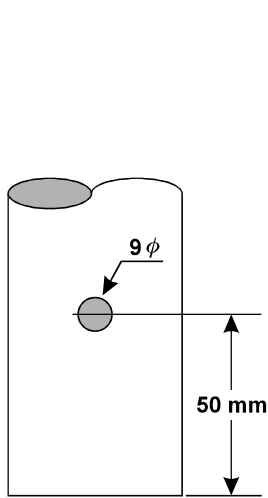

Abbildung 1
1. Bohren Sie 50 mm vom unteren Rohrende durch beide Rohrwände ein Loch mit einem Durchmesser von 9 mm (siehe Abbildung 1). Die beiden Löcher müssen exakt einander gegenüberstehen, damit sie mit den Durchführungen in den Klemmbanken übereinstimmen.